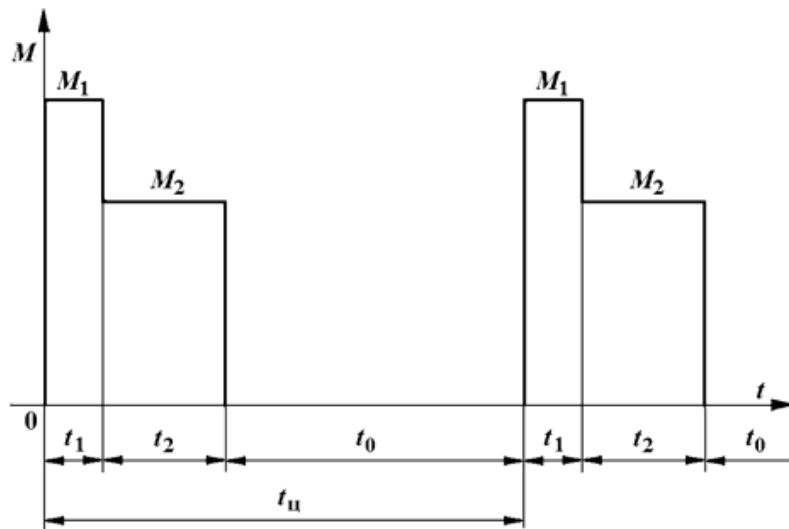

Рис.4. Диаграмма повторно-кратковременного режима
**Задача 12.** Проверить по методу эквивалентного момента двигатель привода повторно-кратковременного режима работы по нагрузочной диаграмме, приведенной на рис.4. Данные привода:  $P_{\text{вст}} = 25 \%$ ;  $P_{\text{н}} = 2 \text{ кВт}$ ,  $\omega_{\text{н}} = 100 \text{ рад/с}$ ,  $M_{\text{н}} = 20 \text{ Нм}$ ;  $t_1 = 5 \text{ с}$ ;  $M_1 = 25 \text{ Нм}$ ;  $t_2 = 10 \text{ с}$ ;  $M_2 = 17 \text{ Нм}$ ;  $t_0 = 35 \text{ с}$ ;  $t_{\text{ц}} = 50 \text{ с}$ .